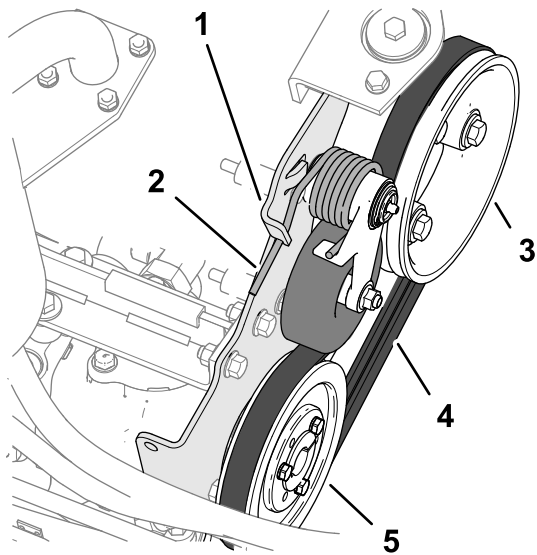

Figura 84
2. Spingete l'estremità della molla tendicinghia verso il basso e fuori dall'ugello nella linguetta di montaggio della pompa, e spostate l'estremità della molla in avanti (Figura 84).